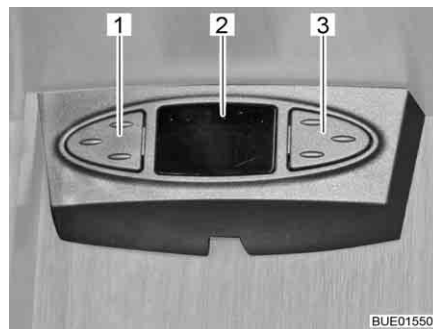

Bild 35 Satellitmus
Beroende på modell är satellitanläggningen försedd med en satellitmus. Satellitmusens indikatorer (Bild 35,2) visar den inställda kanalen. Via de båda knapparna kan satellitanläggningens grundläggande funktioner styras (sändarbyte, sätta igång/stänga av).
- Välja föregående sändare från sändarlistan: Tryck ner vänster knapp (Bild 35,1).
- Välja nästa sändare från sändarlistan: Tryck ner höger knapp (Bild 35,3).
- Växla mellan radio och tv: Tryck samtidigt kort på knapparna (Bild 35,1 och Bild 35,3).
- Till- och frångkoppling av mottagare: Tryck samtidigt kort på knapparna (Bild 35,1 och Bild 35,3) och håll ner dem.